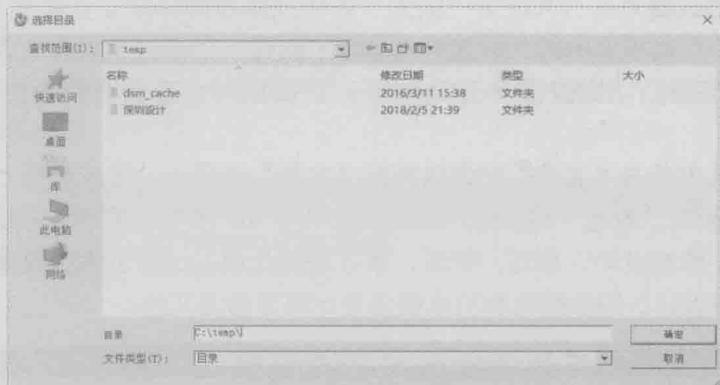

图 1-8 “选择目录”对话框
② 在状态栏中出现“选择模板，并在必要时选择要引用的部件”的提示信息。确保切换到“模型”选项卡，在“模板”选项组中，从“过滤器”子选项组的“单位”下拉列表框中选择单位选项（可供选择的单位选项有“毫米”“英寸”“全部”），接着从“模板”列表中选择所需要的模板。
③ 在“新文件名”选项组的“名称”文本框中输入新建文件的名称或接受默认名称。在“文件夹”框中指定文件的存放目录。如果单击位于“文件夹”框右侧的按钮，则打开图 1-8 所示的“选择目录”对话框，从中选择所需的目录，或者在指定目录的情况下单击“创建新文件夹”按钮来创建所需的目标目录，指定目标目录后单击“选择目录”对话框